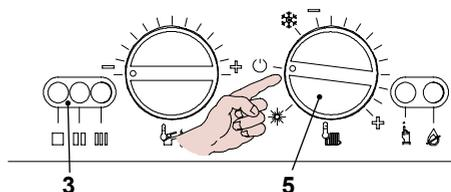

Figura 5.38
- Posizionare il selettore 5 come indicato in Figura 5.38 per uscire dalla programmazione.